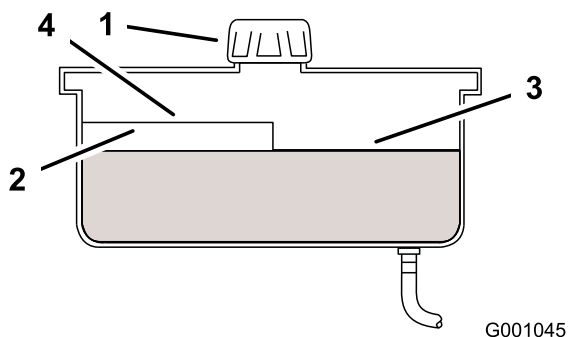

Figure 59
4. Nettoyez la surface autour du bouchon et du goulot de remplissage du réservoir hydraulique (Figure 59).
5. Retirez le bouchon du goulot de remplissage. Vérifiez le niveau d'huile à l'intérieur du réservoir. (Figure 59).
**Remarque:** Lorsque l'huile est chaude, elle doit atteindre le haut du repère "à chaud" sur le déflecteur (Figure 59).